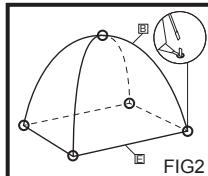

FIG2
- Levante la tienda interior <E> y presione los extremos de los tubos dentro de las barras de hierro que hay en cada esquina de la tienda interior <E>. (FIG2)
- Ate el tejado de la tienda interior <E> en la unión de los tubos con la cuerda cosida. (FIG2)